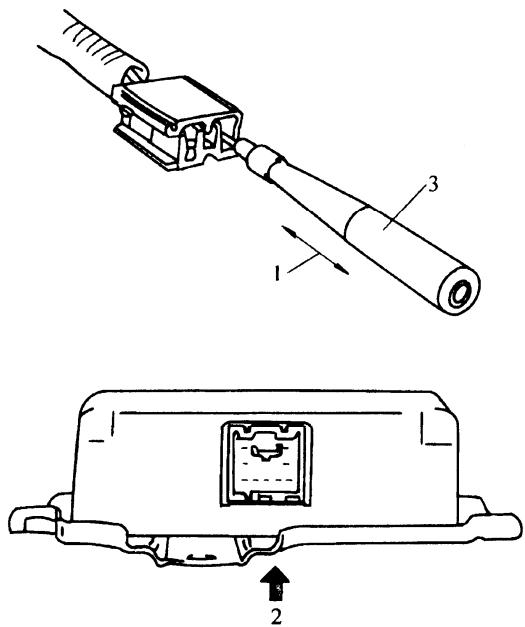

图 10-8 检查接线柱
- (1) 连接器两部分配合不良或接线柱未完全位于连接器本体中。检查连接器或接线柱的接触情况。
- (2) 接线柱脏或被腐蚀。清理接线柱，但禁止使用砂纸或类似物品。
- (3) 连接器本体损坏，接线柱暴露在潮湿且脏的环境中或因接线柱与配合连接器或部件间的位置不对。检查连接器及接线柱，若损坏，则更换。若位置不正确，应调整。
- (4) 接线柱不对或被损坏。利用连接器检查适配器工具箱中与之对应的接头，仔细检查故障电路中每个连接器的接线柱见图 10-8，以确保有足够的接触压力。若接触不紧，应调整接线柱以增加接触压力或更换。